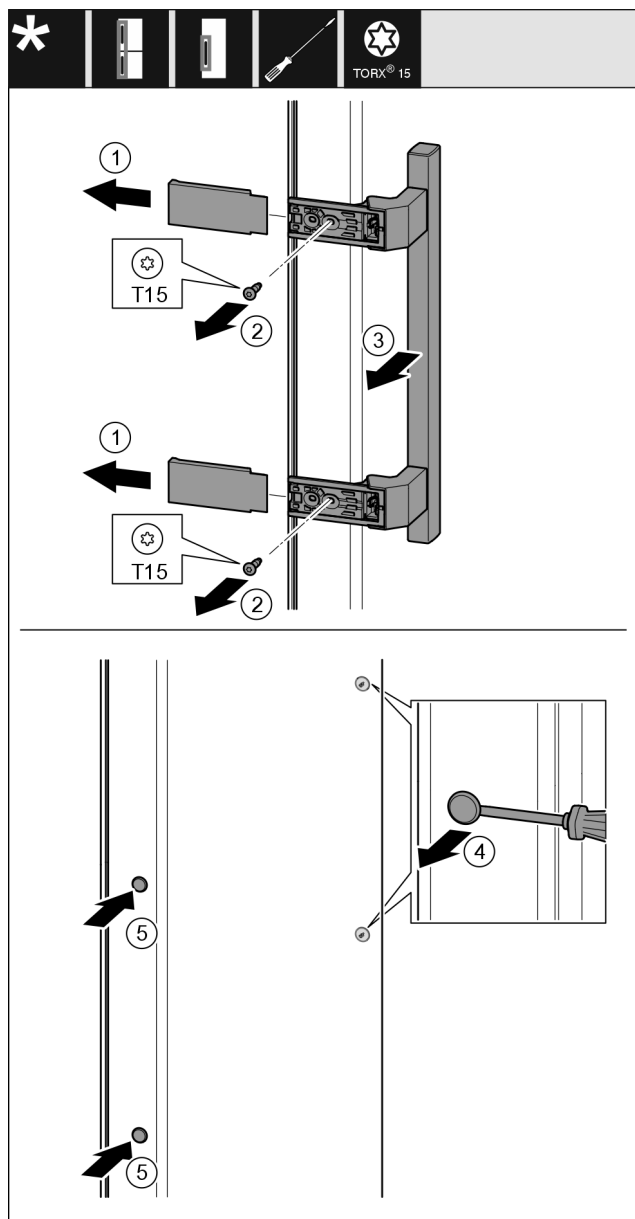

Fig. 54
- ▶ Togliere la copertura Fig. 54 (1).
- ▶ Estrarre le viti Fig. 54 (2) con un cacciavite.
- ▶ Rimuovere la maniglia Fig. 54 (3).
- ▶ Sollevare il tappo laterale Fig. 54 (4) con cautela con un cacciavite a intaglio ed estrarlo.
- ▶ Reinscrivere il tappo Fig. 54 (5) sull'altro lato.